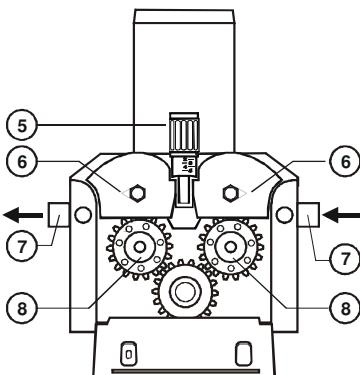

Fig.2 – Motor 4 roletes
- Os roletes do motor redutor (8-fig.2) e a ponteira da pistola (9-fig.3) devem corresponder ao diâmetro do fio a utilizar.
- Seguidamente, deve conduzir-se o fio através dos roletes (8-fig.2) e do guia-fio (7-fig.2) fazendo-o avançar manualmente alguns centímetros para dentro da pistola. De seguida, fechar as alavancas de tracção (6-fig.2) verificando cuidadosamente se o fio fica alojado na cava do rolete. Para regular a pressão dos roletes deve apertar-se ligeiramente o parafuso de regulação (5-fig.2); esta regulação deve ser completada com o motor em funcionamento gradualmente até se verificar que o fio avança sem patinar. Deve reduzir-se esta pressão ao mínimo indispensável para evitar deformações do fio por esmagamento.